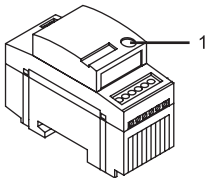

Fig. 5
Dimmerfunktionerna aktiveras med olika aktiveringstider för funktionsknappen (se fig. 5).
- Ställ in önskad ljusstyrka med vridreglage eller knapp. Tryck kort på funktionsknappen (fig.5). Stäng av dimmern och tryck kort på funktionsknappen för att radera inställningen.